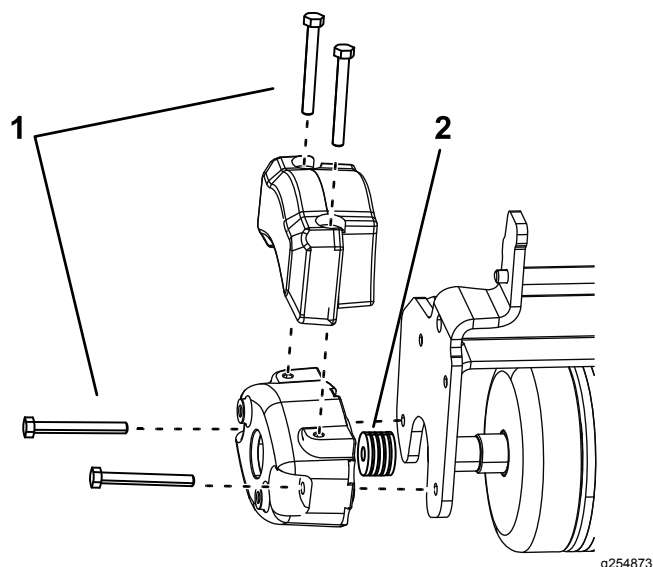

Figura 5
2. Instale 2 pernos (5/16"-18 x 2 3/4"), tal y como se muestra en la Figura 5.
3. Instale 4 arandelas (1/8") en cada perno, entre el contrapeso y la placa lateral del rodillo triple (Figura 5).